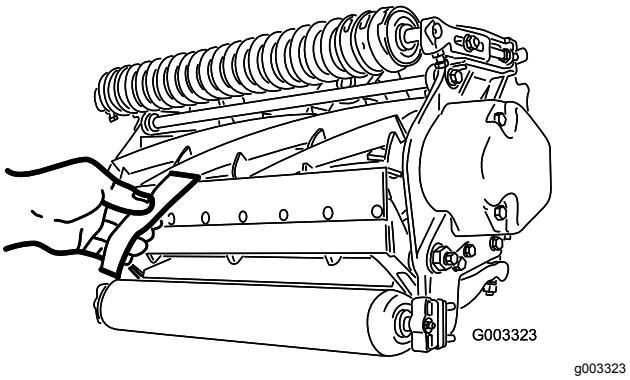

Figura 10
2. Pruebe el rendimiento de corte insertando una tira larga de papel de prueba del rendimiento de corte (Pieza Toro Nº 125-5610) entre el molinete y la contracuchilla, perpendicular a la contracuchilla (Figura 10). Gire el molinete lentamente hacia adelante; debe cortar el papel.